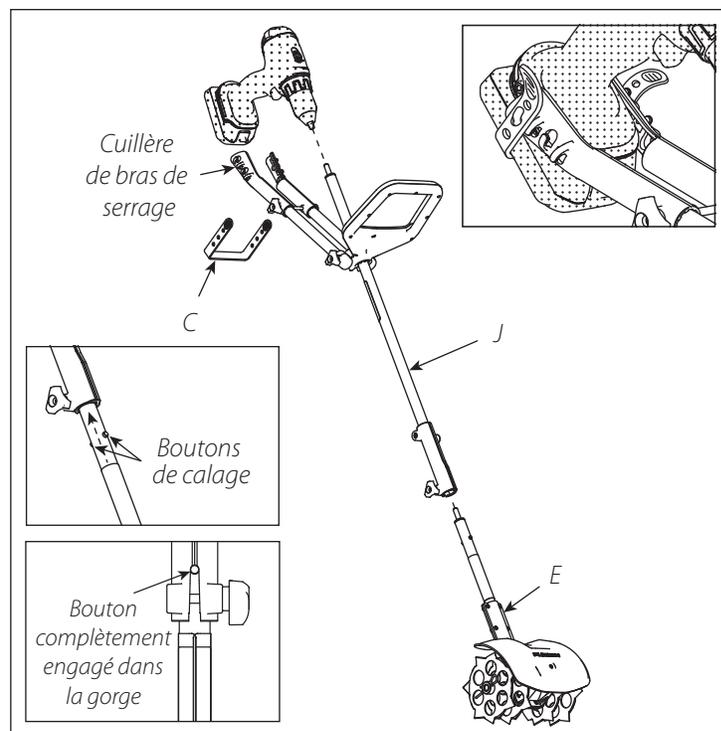

FIGURE 5
### VOIR FIGURE 5
**VOIR FIGURE 5**
**VOIR FIGURE 5** En fonction de la perceuse utilisée, les cuillères d'extrémité en plastique des bras de serrage peuvent être rallongées. Pour cela, retirer l'écrou bouton et la vis les plus proches de la perceuse et coulisser les cuillères en plastique jusqu'au trou de vis qui convient dans les tubes aluminium des bras de serrage gauche et droit.
4. Attacher les cuillères d'extrémité des bras de serrage en accrochant la sangle en caoutchouc (C) au crochet qui convient le mieux de l'une des cuillères de bras de serrage, en la tirant sous la batterie et en l'accrochant au crochet qui convient le mieux de l'autre côté. La sangle en caoutchouc comporte plusieurs trous pour permettre un serrage ferme et bien tendu sur la majorité des tailles de batterie. **VOIR FIGURE 5**